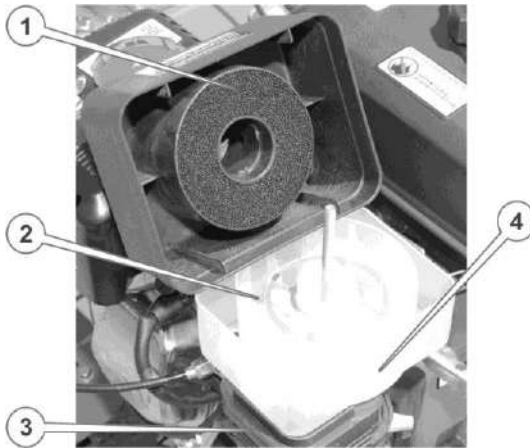

Рисунок 13. Повітряний фільтр
2. Дістати поролоновий фільтрувальний елемент з піддона (див. рис.13.), промити його в розчині мийного засобу (можна використовувувати бензинове паливо або, у разі особливо сильного забруднення, гас), віджати і ретельно висушити. Якщо фільтрувальний елемент надмірно забруднений або пошкоджений – замінити його.
4. Установити піддон на місце, налити в нього 50-70 г моторного мастила до позначки (4) рівня на корпусі масляної ванни, (див. рис. 13.), рівномірно розподіливши його по секціях піддону.